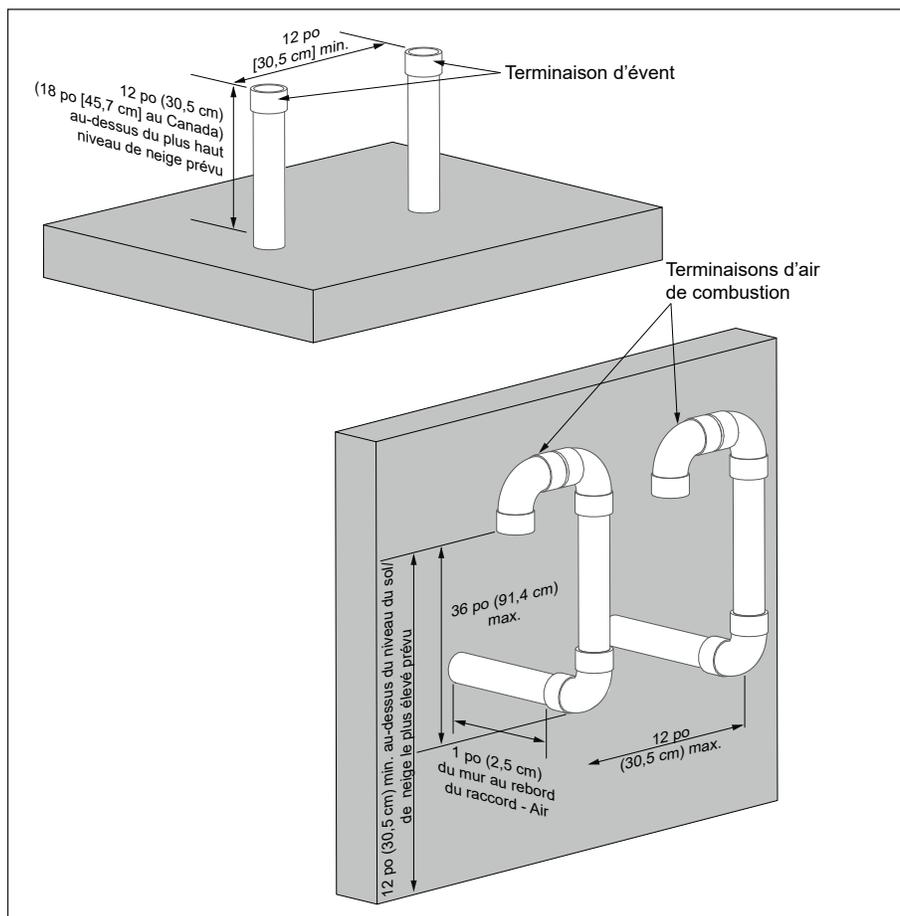

Fig. 13 - Ventilation directe - Terminaisons d'air de combustion sur mur latéral et d'évent vertical de plusieurs chaudières INSTINCT
2. Chaque terminaison d'évent et d'air de combustion doit être à un minimum de distance de 12 po [30,5 cm] de la terminaison adjacente, dans le cas des installations aux États-Unis, comme illustré à la *fig. 13 ci-dessous*. Pour les installations au Canada, fournissez les dégagements exigés par la norme CAN/CSA B149.1.